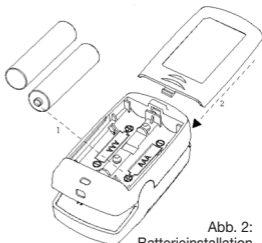

Abb. 2:
2. Der Abbildung 2 entsprechend, zwei Batterien AAA gleichzeitig korrekt in das entsprechende Fach einsetzen.